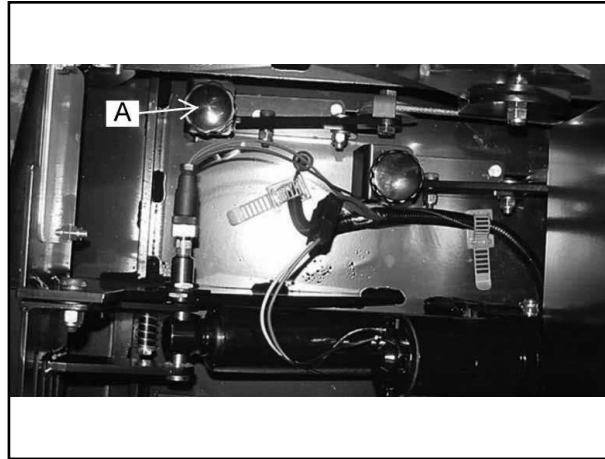

FIGURA 26
El botón de ajuste del cepillo lateral (A), para cambiar la altura de barrido y compensar el desgaste del cepillo, está ubicado en el frontal de la máquina, a la derecha del filtro de control del polvo, como se muestra en la figura 26. Gire el botón hacia la izquierda (en sentido contrario a las agujas del reloj) para bajar el cepillo lateral.